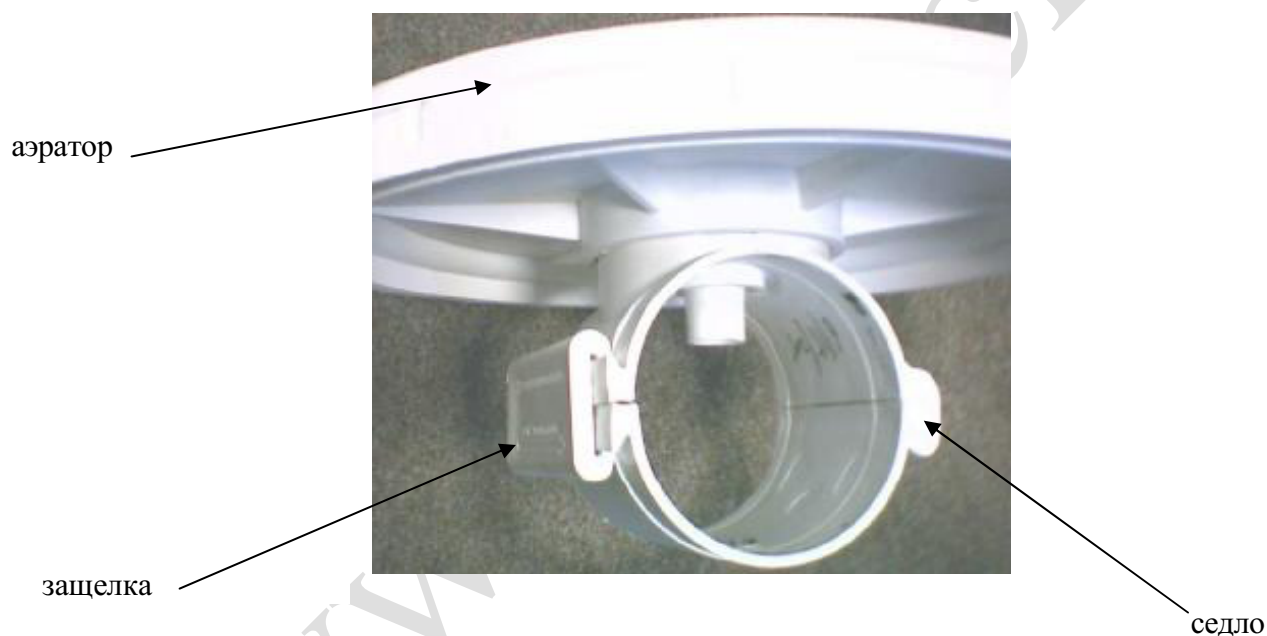

Рис. 4. Установка аэратора с помощью быстросъемного обжимного седла QCS.
6.3.3. Быстросъемные обжимные седла типа QCS позволяют устанавливать дисковые аэраторы на трубопроводы \varnothing 110 мм с любой толщиной стенки. Монтаж необходимо осуществлять по следующей схеме (см. рис. 4):